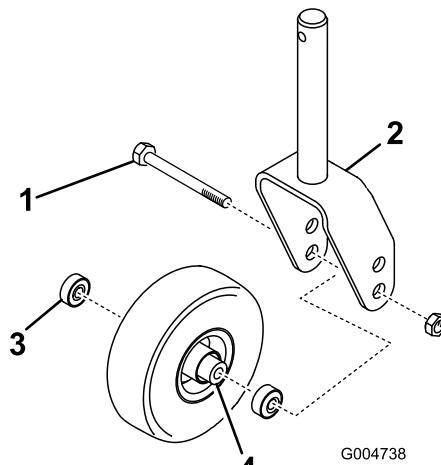
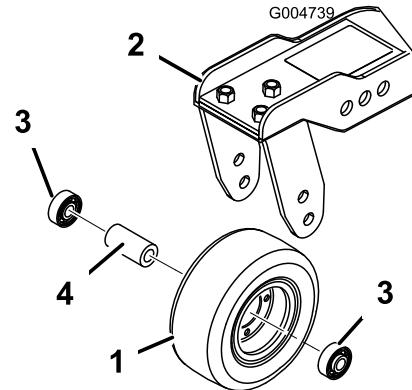

Figure 81
Figure 82
1. Retirez le contre-écrou du boulon vis de fixation de l'ensemble roue pivotante entre la fourche (Figure 81) ou le bras pivotant (Figure 82). Maintenez la roue pivotante et sortez le boulon de la fourche ou du bras pivotant.
2. Enlevez le roulement du moyeu de la roue et laissez tomber la douille d'écartement à l'extérieur (Figure 81 et Figure 82). Enlevez le roulement de l'autre côté du moyeu.